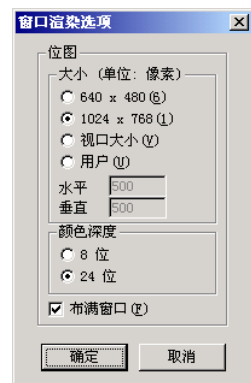

图 6-93 设置图像格式
⑤选中“加亮”复选框，可以在打印时增加图像亮度。
(4) 图像设置：执行“文件”→“选项”命令，在弹出的对话框中可以设置渲染图像的大小和颜色深度等，如图 6-93 所示。